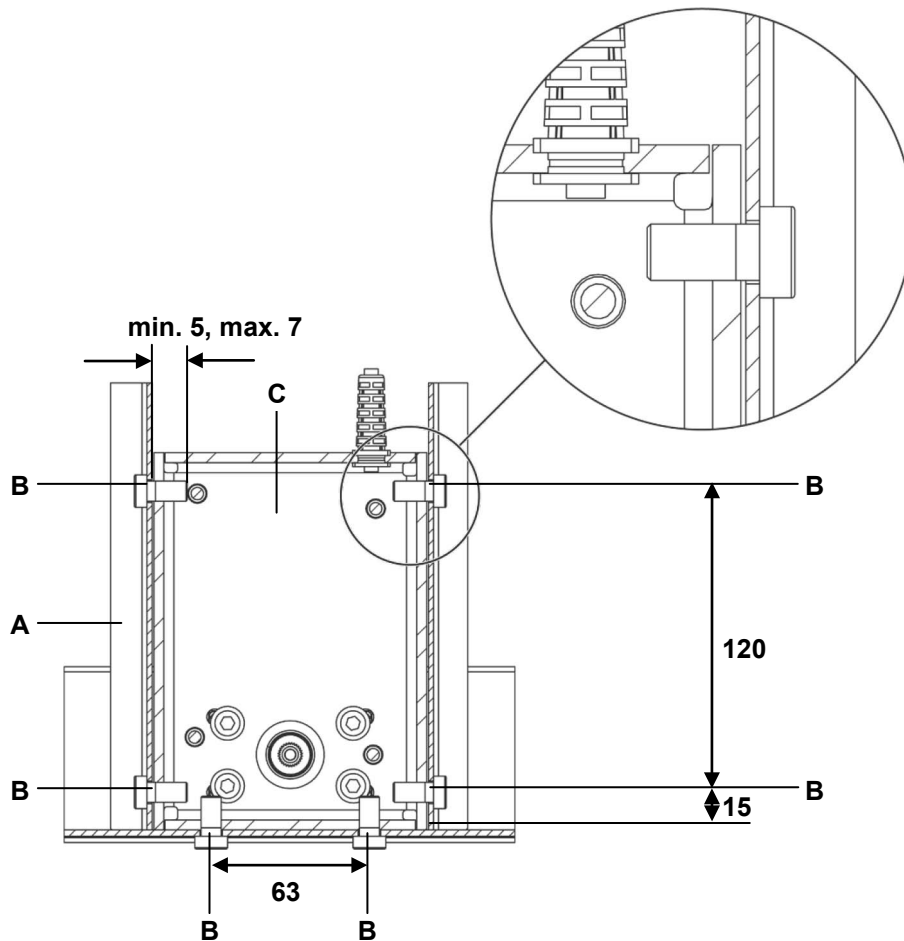
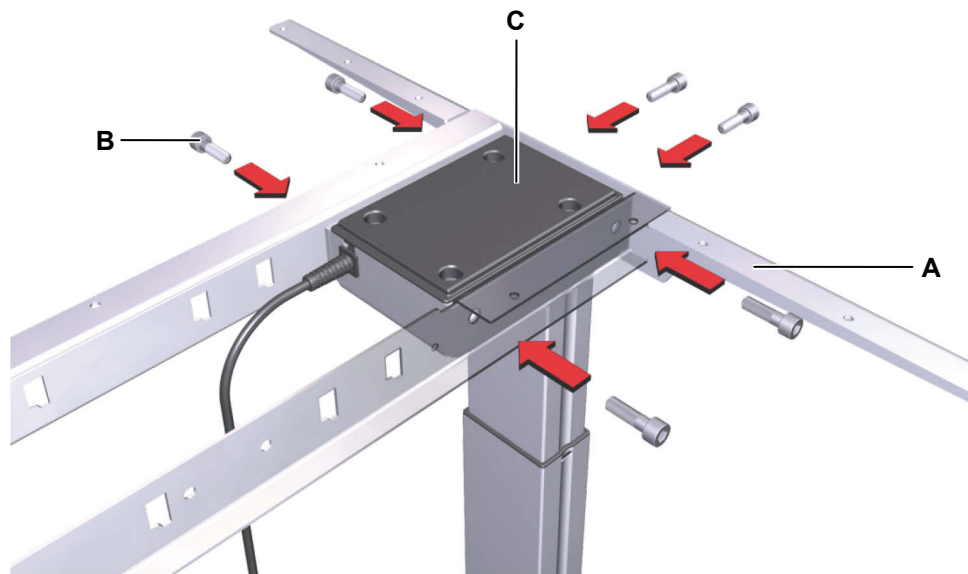

Abbildung 21 Montage Tischrahmen (Angaben in mm)
Abbildung 22 Montage Tischrahmen
- Verwenden Sie Schrauben M8 (Festigkeitsklasse 8.8), wie in Abbildung 21 gezeigt. Das Anzugsdrehmoment darf maximal 20 Nm betragen.
- 1 Legen Sie den Tischrahmen mit den Bohrungen über die Hubsäule und schrauben Sie den Tischrahmen mit sechs Schrauben an das Motorgehäuse der Hubsäulen DD11 und DD21, wie in Abbildung 22 gezeigt (maximales Anzugsdrehmoment 20 Nm). Die Montagemaße entnehmen Sie Abbildung 21.